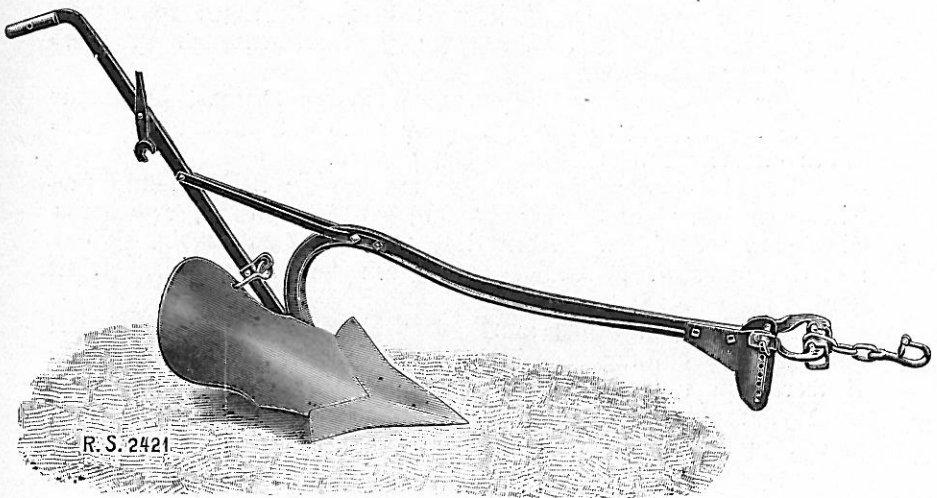

Bild 9.
k. 1 Wendepflug (Bild 9) in sehr einfacher aber guter Konstruktion.